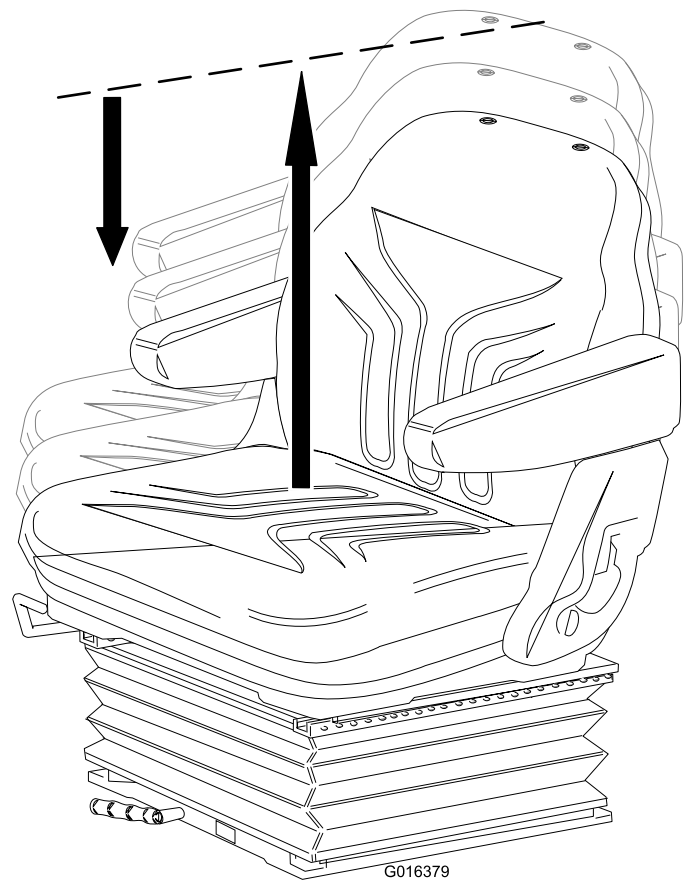

Figura 13
- **Ajuste de altura:** Levante el asiento manualmente para ajustar su altura. Para bajar el asiento, levántelo más allá de su posición más alta, y deje que baje a la posición de altura mínima (Figura 13).